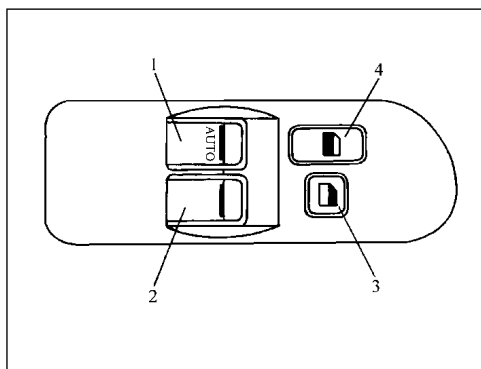

图 1-8 中央门锁控制开关 (一)
(8) 中央控制门锁 (SY6480A、A1、A2 除外) 如图 1-8 所示。